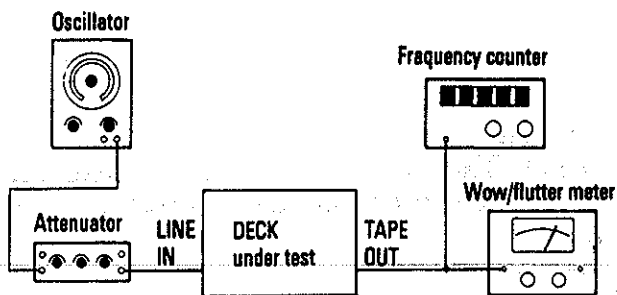

Fig. 2-8
1. Connect a wow and flutter meter to the 488MK II as shown in Fig. 2-8.
1. Fig. 2-8の様にワウ・フラッタ・メータを488MK IIに接続する。